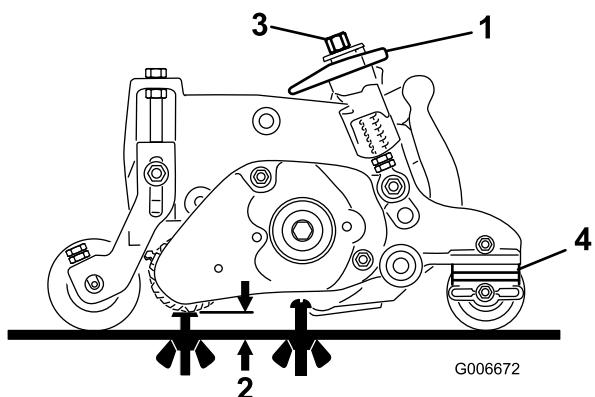

図 42
3. クイックアップレバー図42をON位置ハンドルがカッティングユニットの前を指すにセットする。刈高およびグルーミング高さ推奨範囲を参考にして高さを設定する。
4. グルーミングリールの片方の端部で、グルーマの刃の一番下に突き出ているところから床までの高さを測定する図42。高さ調整ネジ図42をつかって、グルーマの刃の高さを希望の高さに調整する。